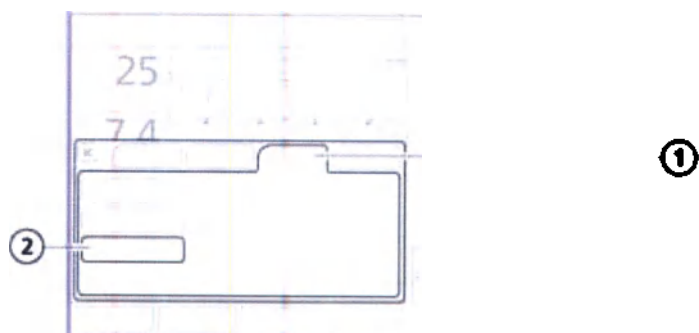

Рисунок 8-9. Вкладка «Графики»
2. Коснитесь вкладки «Графики». См. рис. 8-9.